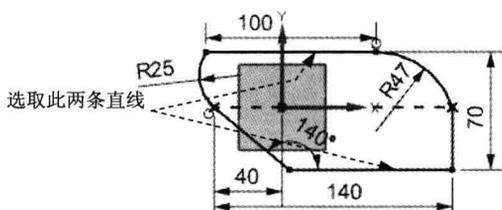

图 1.10 标注竖直尺寸
(6) 添加竖直尺寸约束。标注直线到直线的距离，先选择图 1.10 所示的直线，系统生成竖直尺寸，选择合适的放置位置单击，在系统弹出的动态输入框中输入 70。结果如图 1.10 所示。